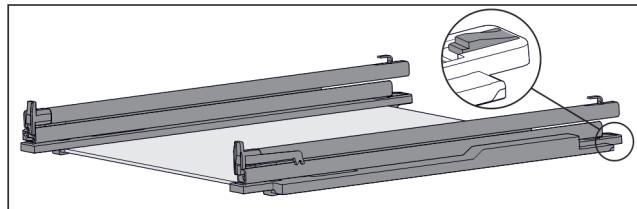

Fig. 110 Скляна пластина з рейками та деталями для підтримки
- Деталь для підтримки натиснути вниз (див. Fig. 110) і одночасно посунути рейку назад.